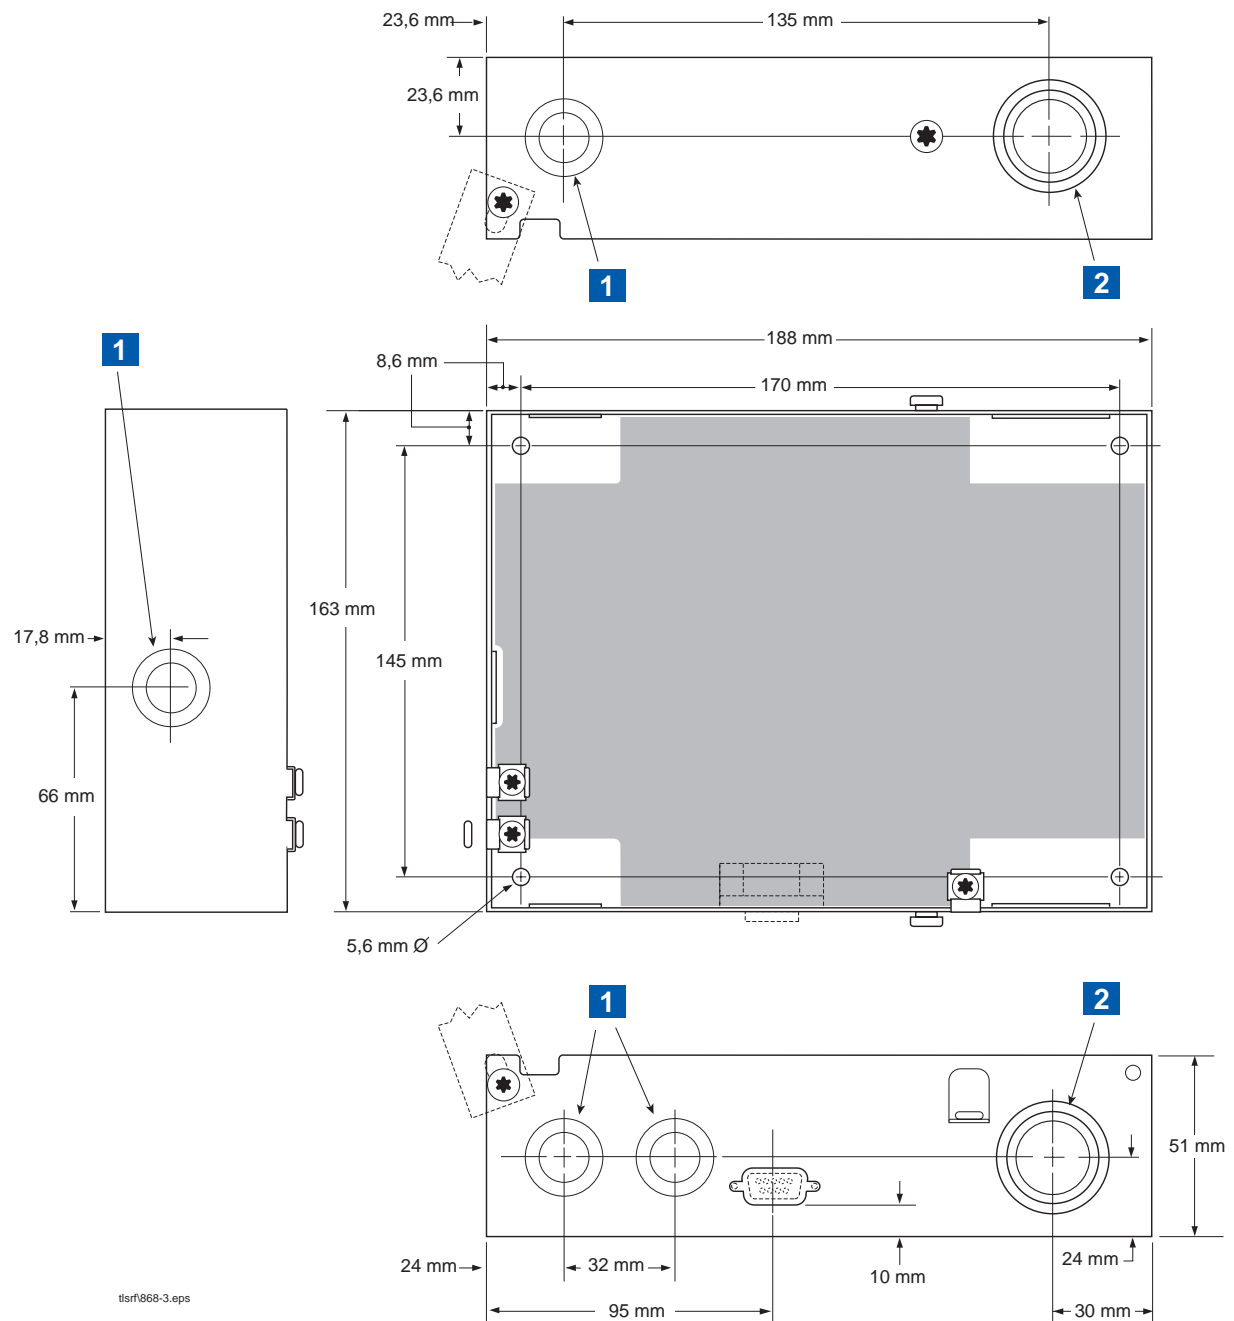
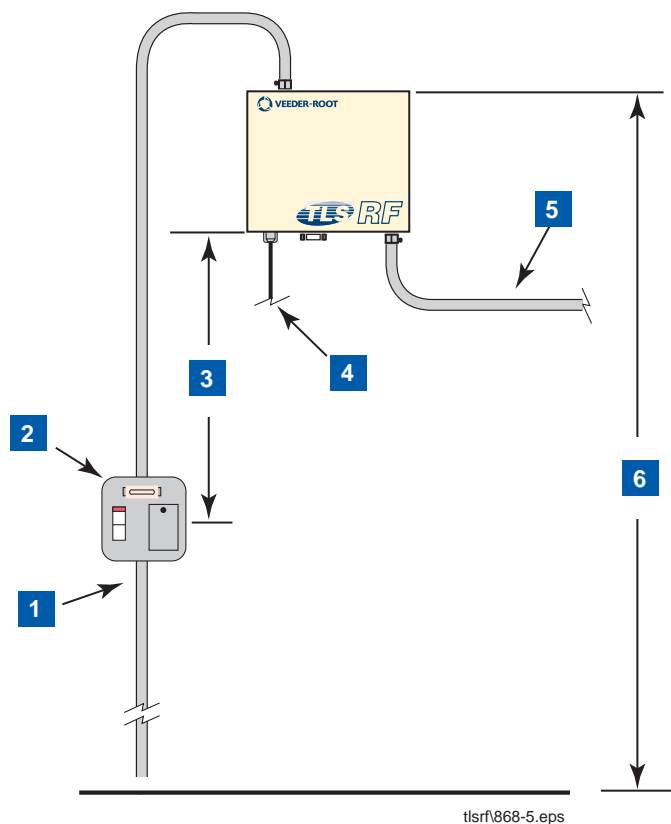

Figure 3. Dimensions de l'unité TLS RF et entrées de conduite défonçables concernées
Figure 5. Montage conseillé de l'unité TLS RF
Les dimensions de la console TLS RF sont indiquées Figure 3. Dimensions de l'unité TLS RF et entrées de conduite défonçables concernées .
LÉGENDE DE LA FIGURE 3. DIMENSIONS DE L'UNITÉ TLS RF ET ENTRÉES DE CONDUITE DÉFONÇABLES CONCERNÉES
La Figure 5. Montage conseillé de l'unité TLS RF- illustre la procédure de montage recommandée pour le dispositif. Installer les dispositifs de fixation de la console sur la surface de montage selon les trous (170 x 145 mm) indiqués Figure 3. Dimensions de l'unité TLS RF et entrées de conduite défonçables concernées. Des vis de montage d'un diamètre maximal de 4,7 mm peuvent être utilisées.
Poser le conduit métallique entre le nœud d'alimentation supérieur de l'unité et le panneau d'alimentation. La Figure 3. Dimensions de l'unité TLS RF et entrées de conduite défonçables concernées illustre les trois nœuds désignés (un sur la partie supérieure, un sur le côté gauche et le dernier sur la partie inférieure) par lesquels le câblage d'alimentation peut être acheminé vers la machine.
LÉGENDE DE LA FIGURE 5. MONTAGE CONSEILLE DE L'UNITE TLS RF
<p>L'unité est traversée par des tensions pouvant s'avérer mortelles.</p> <p>Le raccordement de câbles d'alimentation à un circuit sous tension peut provoquer une électrocution, elle-même à l'origine de blessures graves, voire mortelles.</p> <p>Avant de raccorder le câblage à l'unité TLS RF, mettre le dispositif hors tension au niveau du coupe-circuit.</p> <p>Raccorder la conduite en provenance du panneau d'alimentation aux nœuds de câblage d'alimentation de l'unité uniquement (1 sur le dessus, 1 sur la base, cf : Figure 3. Dimensions de l'unité TLS RF et entrées de conduite défonçables concernées)</p>
<ol style="list-style-type: none"> 1. Raccorder le fil de masse du châssis (2,5 mm²) à l'ergot de masse. 2. Conducteur de masse de protection (vert et jaune). Raccorder le fil de masse de la barrière (4 mm²) à l'ergot de masse. La masse doit être identique à celle à laquelle est reliée l'alimentation et présenter une résistance inférieure à 1,0 ohms. 3. Fils d'alimentation c.a. (2,5 mm²) vers les bornes d'entrée de courant c.a. 4. REMARQUES RELATIVES AU CÂBLAGE D'ALIMENTATION : <ul style="list-style-type: none"> - La masse de la barrière doit afficher un diamètre minimum de 4 mm². - S'assurer que la résistance électrique reliant l'ergot de masse de l'unité et un point de masse sûr est inférieure à 1 ohm. - Raccorder les fils d'alimentation du panneau d'alimentation à un circuit distinct. - Spécifications d'entrée d'alimentation : 120 ou 240 V c.a., 50/60 Hz, 2 A max. - Pour l'emplacement des raccords presse étoupe de la conduite d'alimentation, voir Figure 3. Dimensions de l'unité TLS RF et entrées de conduite défonçables concernées. Le câblage d'alimentation doit pénétrer dans une seule de ces entrées défonçables. 5. Côté présentant une sécurité intrinsèque 6. Côté alimentation 7. Orifice de diagnostic RS-232 : <ul style="list-style-type: none"> - Vitesse en bauds – 9 600 - Longueur de données - 8 - Parité - Aucune - Bits d'arrêt - 1 	<p>Le diagramme illustre l'installation interne d'une unité TLS RF. Les numéros 1 à 7 indiquent les points de connexion : 1. Fil de masse du châssis à l'ergot de masse ; 2. Conducteur de masse de protection (vert et jaune) à l'ergot de masse ; 3. Fils d'alimentation c.a. vers les bornes d'entrée de courant c.a. ; 4. Remarques relatives au câblage d'alimentation ; 5. Côté présentant une sécurité intrinsèque ; 6. Côté alimentation ; 7. Orifice de diagnostic RS-232. Le diagramme montre également les bornes d'alimentation (AC INPUT, 120V, 240V, 15V, 10V, 5V, 0V, 10V, 15V, 24V, 30V, 36V, 42V, 48V, 54V, 60V, 66V, 72V, 78V, 84V, 90V, 96V, 102V, 108V, 114V, 120V, 126V, 132V, 138V, 144V, 150V, 156V, 162V, 168V, 174V, 180V, 186V, 192V, 198V, 204V, 210V, 216V, 222V, 228V, 234V, 240V) et les bornes de diagnostic RS-232 (PROBE 1 à PROBE 8).</p>
- Pour l'emplacement des raccords presse étoupe de la conduite d'alimentation, voir Figure 3. Dimensions de l'unité TLS RF et entrées de conduite défonçables concernées . Le câblage d'alimentation doit pénétrer dans une seule de ces entrées défonçables.